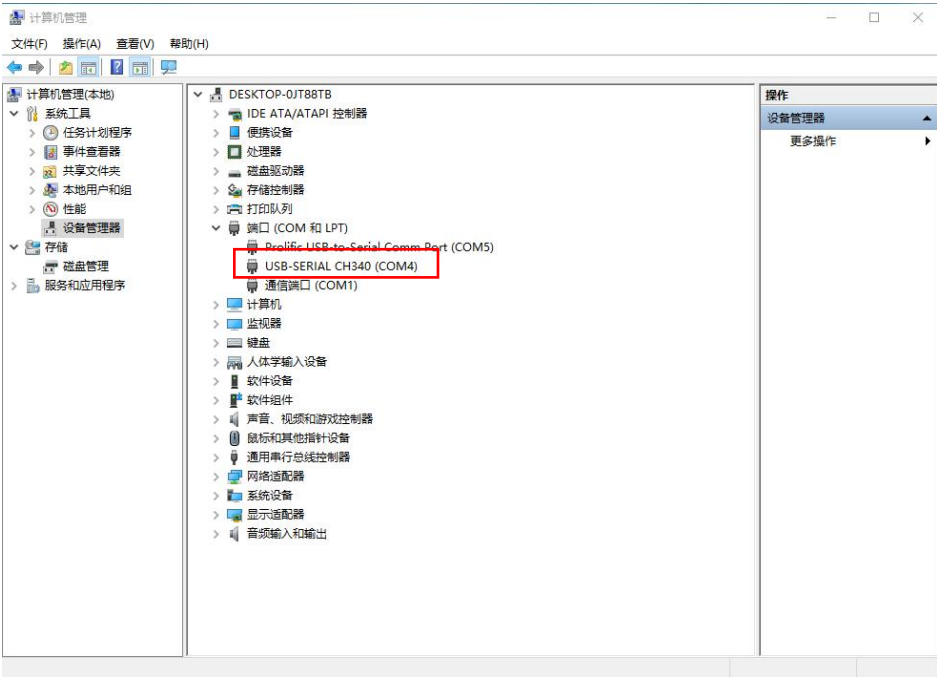

图 1.3
2、右键“此电脑”点管理，然后点开“设备管理器”再点开“端口”查看串口号，如图 1.3